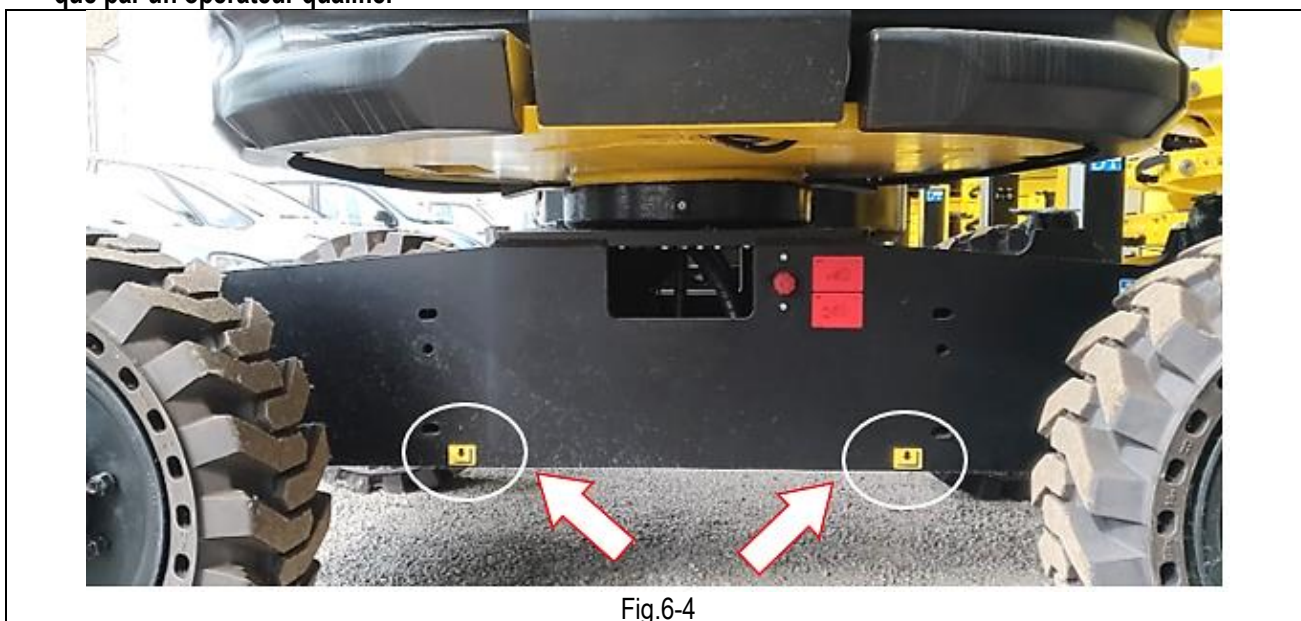

Fig.6-4
- **au moyen d'un chariot élévateur** d'une capacité appropriée (voir le poids de la machine dans le tableau « caractéristiques techniques » au début de ce manuel) et doté de fourches d'une longueur au moins égale à la largeur de la machine. Enfiler les fourches à l'endroit indiqué par les autocollants situés sur la machine (voir figure 6-4). **En l'absence de ces autocollants IL EST STRICTEMENT INTERDIT de soulever la machine au moyen d'un chariot élévateur.**